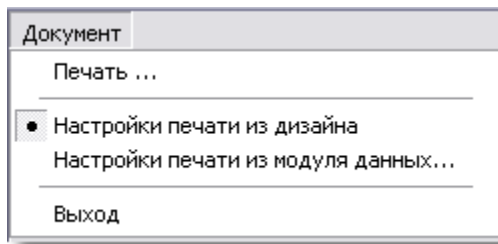

Рис. 10.7
1. В окне редактора откройте меню **Документ** (Рис. 10.7).